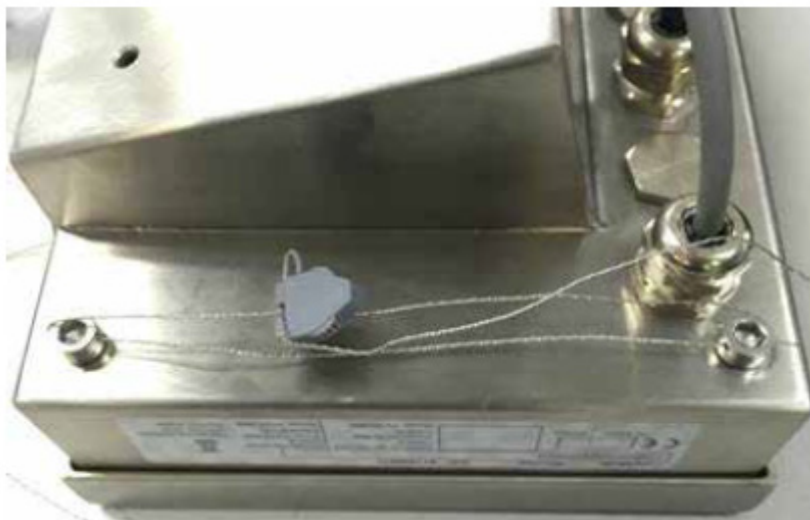

Figura 2-16: Metodo di sigillatura
I dettagli relativi al sigillo in piombo sono riportati nella Figura 2-16. Di seguito la procedura da seguire:
2. Far passare il cavo di tenuta attraverso due bulloni di tenuta adiacenti, quindi fissare il fermo del sigillo come mostrato nella Figura 2-16.